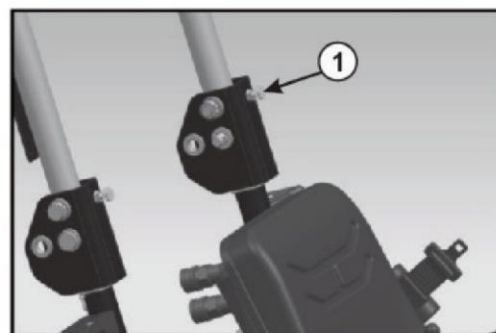

Fig. 4.27c
- Skru sekskantskruen M10 (1, fig. 4.27c) af - 2 nr.